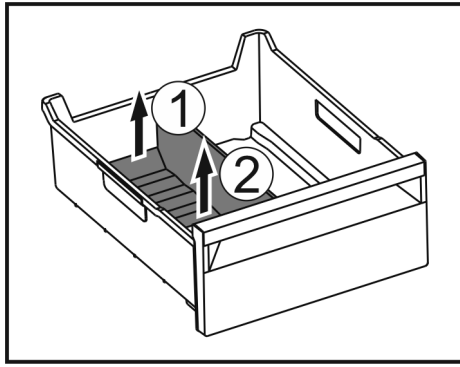

Fig. 117
► 提升冰格分隔器后部。 Fig. 117 (1)
► 向上取出冰格分隔器。 Fig. 117 (2)